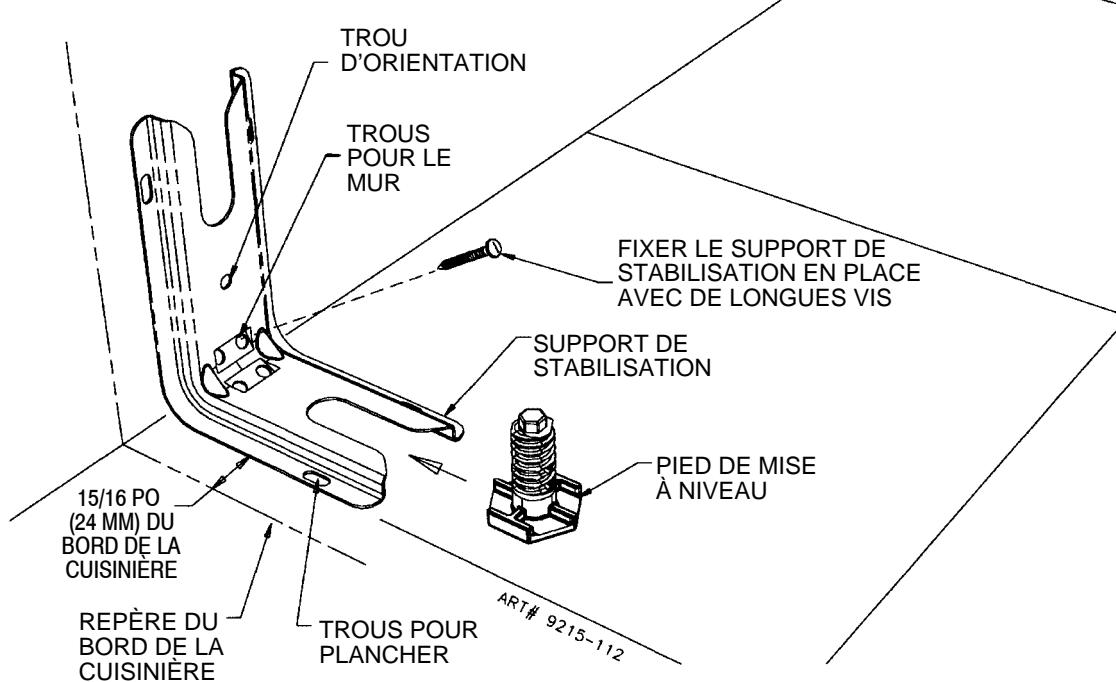
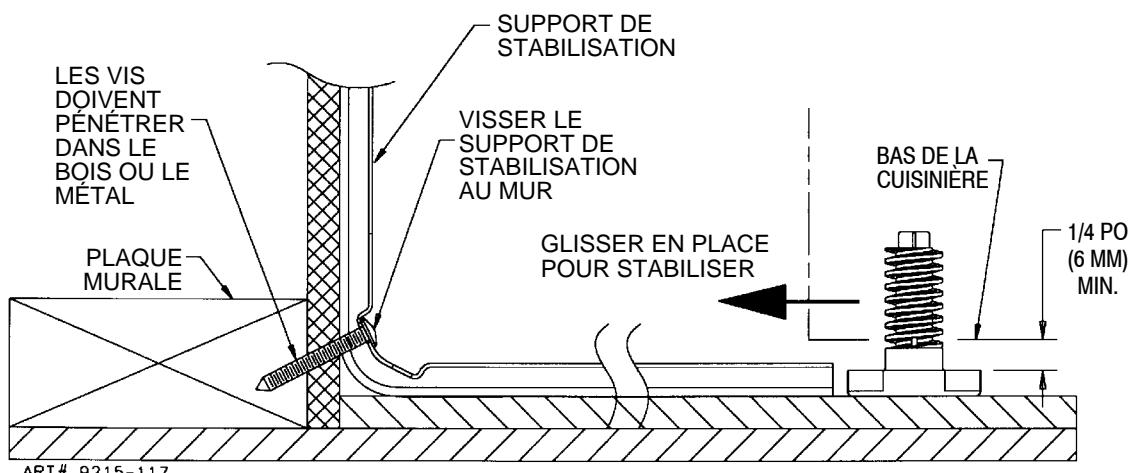

FIGURE 3
FIGURE 4
ÉTAPE 1 - Emplacement du support de stabilisation (voir figure 3).
- B. Placer le SUPPORT à 15/16 po (24 mm) de la marque du « BORD » en allant vers le centre de l'ouverture et contre le mur arrière tel qu'indiqué à la figure 3, le trou d'orientation étant contre le mur.
- C. Utiliser le support comme gabarit et marquer l'emplacement des trous pour le type de matériau sur lequel le support doit être fixé, tel qu'indiqué à la figure 3.
1. Plancher : Déterminer le centre des deux trous identifiés par " TROUS POUR PLANCHER " à la figure 3. Percer un trou de positionnement de 1/8 po (3 mm) au centre de chaque trou (un clou ou un poinçon peut également être utilisé si une perceuse n'est pas disponible). Fixer le support de STABILISATION au plancher à l'aide des deux vis fournies. Passer à l'ÉTAPE 3.
2. Mur : Déterminer le centre des deux trous identifiés par " TROUS POUR MUR " à la figure 3. Percer un trou de positionnement de 1/8 po (3 mm) au centre de chaque trou (un clou ou un poinçon peut également être utilisé si une perceuse n'est pas disponible) tel qu'indiqué à la figure 4. Fixer le support de STABILISATION au mur à l'aide des deux vis fournies tel qu'indiqué à la figure 4. Passer à l'ÉTAPE 3.
1. On trouve des vis convenant au ciment ou au béton dans les quincailleries. Percer les trous de positionnement de la grandeur correspondante à celle des vis obtenues en quincaillerie au centre des trous identifiés " TROUS POUR PLANCHER " à la figure 3. Fixer le support de STABILISATION au plancher. Passer à l'ÉTAPE 3.
- B. Placer la cuisinière de façon à ce qu'elle puisse entrer dans l'ouverture et la pousser en place. Remarque : un dégagement minimum de 1/4 po (6 mm) est exigé entre la cuisinière et le pied de mise à niveau qui va s'insérer dans le support de STABILISATION (voir figure 4).